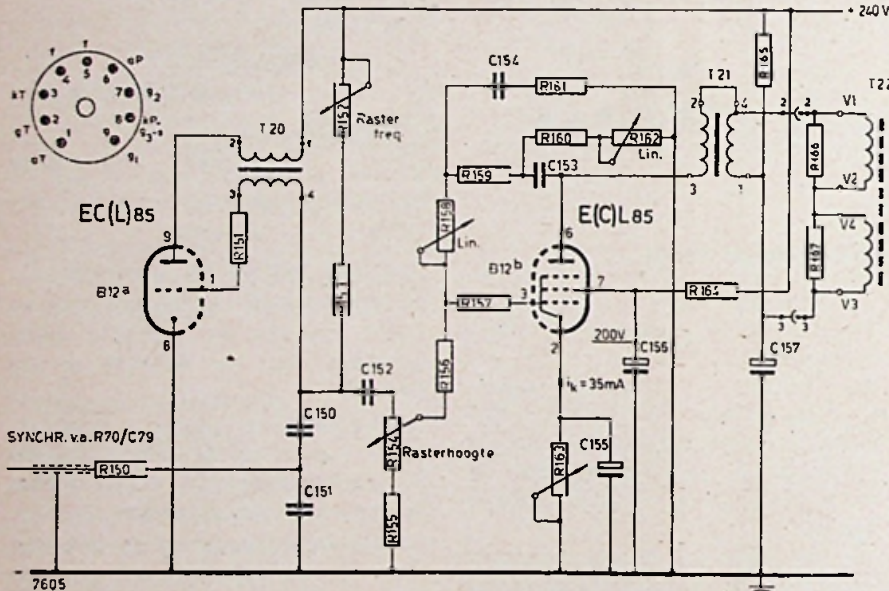

Fig. 1 - rastertijdbasis Videon 110°
A) DE RASTERTIJD BASIS (zie fig. 1)